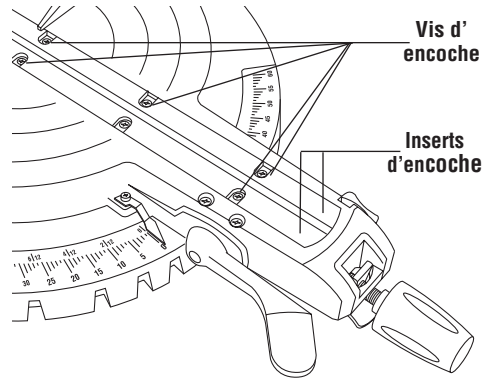

Figure 12. Insert d'encoche
2. Desserrez les six vis (6) de fixation de l'encoche livrant passage à la lame à l'aide de l'outil universel ou clé universel en L (Figure 12).